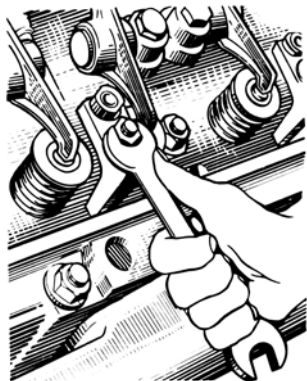
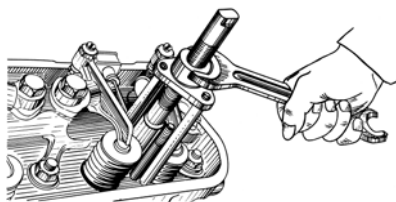

Рис. 89. Отвертывание гайки скобы крепления форсунки
Рис. 90. Снятие форсунки
- 4 Отвернуть гайки скоб крепления форсунок (рис. 89), снять форсунки (рис. 90), предохраняя распылитель от ударов и засорения отверстий.